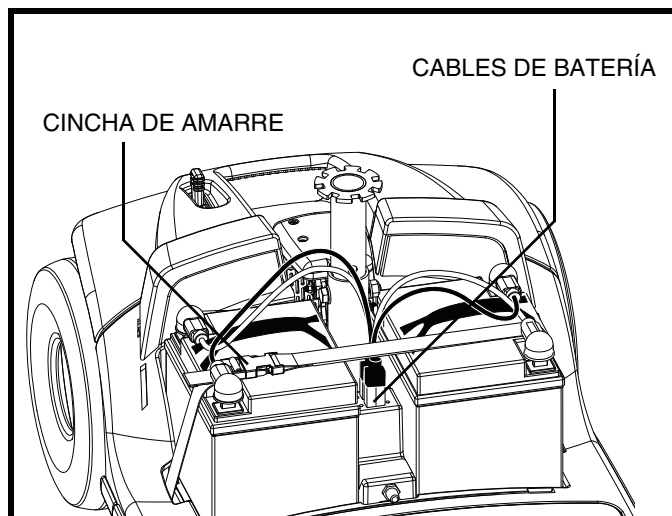

Figure 20. Conexiones
4. Desenchufe los dos cables de batería. Tire hacia arriba de cada uno de ellos (fig. 20).
6. Conecte los cables de ambas baterías (fig. 20).